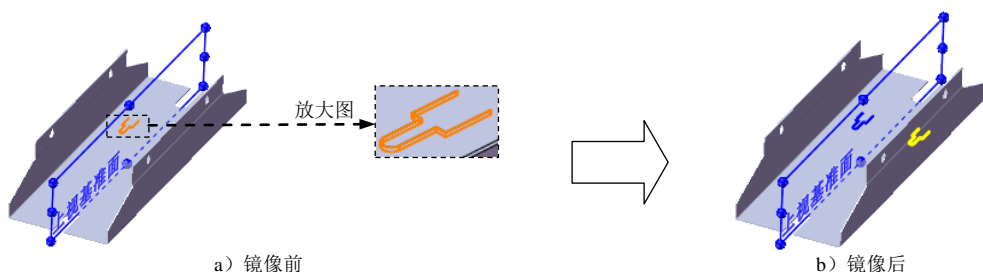

图 11.2.35 镜像 2
Step13. 创建图 11.2.35 所示的镜像 2。
- (1) 选择命令。选择下拉菜单 **插入(I)** → **阵列/镜向(E)** → **镜向(M)...** 命令。
- (2) 定义镜像基准面。选取上视基准面作为镜像基准面。
- (3) 定义镜像对象。选择切除一拉伸—薄壁 1 作为镜像 2 的对象。
- (4) 单击 按钮，完成镜像 2 的创作。